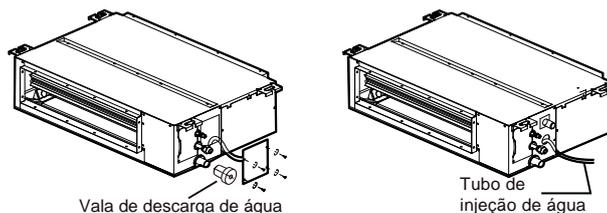

Figura 5.5
4. Abra a tampa de teste de água, continue adicionando água (a Figura 5.5 exibe a entrada de água) até que o alarme de níveis excessivos de água seja desencadeado. Verifique se a bomba de drenagem está drenando a água imediatamente. Depois de três minutos, se o nível de água não cair abaixo do nível de advertência, a unidade desligará. Nesse momento, você precisa desativar a fonte de alimentação e drenar a água acumulada antes de ligar a unidade normalmente.